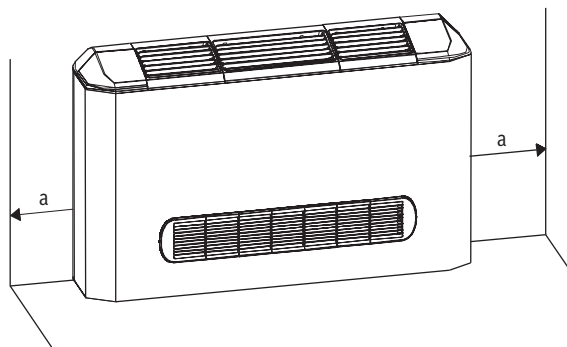

Рис. 4-1
4.1 Данные изделия допускается устанавливать вертикально при условии обеспечения соответствующих зазоров, предназначенных для технического обслуживания. (См. рис. 4-1~4-5)